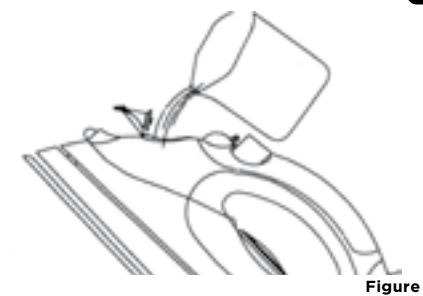

Figure 2
1. Ouvrez le clapet d'entrée d'eau. En penchant légèrement le fer, versez lentement de l'eau dans le clapet (fig. 2). Remplissez le réservoir d'eau jusqu'au niveau désiré ou jusqu'à la marque « MAX » en utilisant le flacon de remplissage. (Lorsque le fer est à la verticale, le réservoir transparent permet de voir la quantité d'eau.) NE remplissez PAS trop le réservoir.